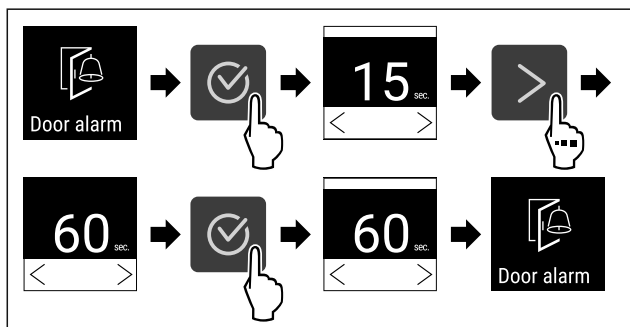

Fig. 105
- ▶ Végezze el a gyakorlati lépéseket (lásd Fig. 105) .